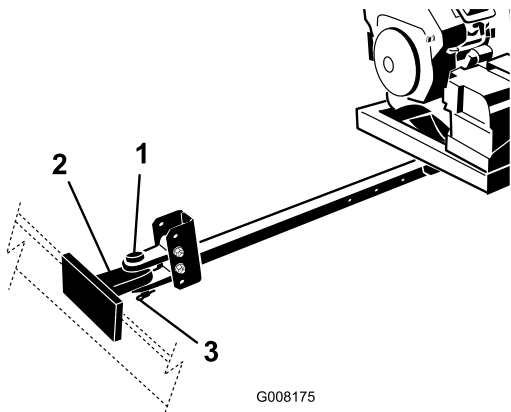

Figura 5
4. Conecte la horquilla de enganche del soplador al enganche del vehículo de remolque con un pasador de enganche y un pasador de seguridad (Figura 5).